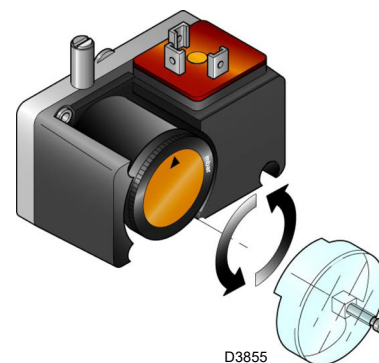

Fig. 31
- Regolare il pressostato per il controllo di tenuta (Kit PVP) (Fig. 31 a pag. 33), se presente, secondo le istruzioni a corredo del kit stesso.
Regolare il pressostato per il controllo di tenuta (kit PVP) (Fig. 31) secondo le istruzioni a corredo del kit stesso.